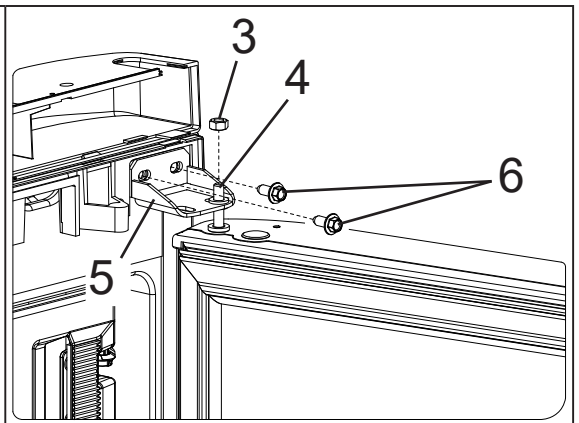

Рисунок 2
2. Торцовым ключом на 10 выкрутите гайку 3 оси 4 верхнего кронштейна 5 (см. рисунок 2). Затем, придерживая дверь, торцовым ключом на 8 выкрутите болты 6 верхнего кронштейна 5 (см. рисунок 2). Снимите верхний кронштейн 5 и ось 4.